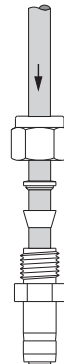

Figure 3
N.B. : Pour les séries 626DT, il est possible d'utiliser un tuyau d'alimentation produit de diam. ext. 6,4 mm ou 9,5 mm. Pour le tuyau d'alimentation de 6,4 mm, utiliser un raccord réducteur réf. 62518PT (Figure 3).